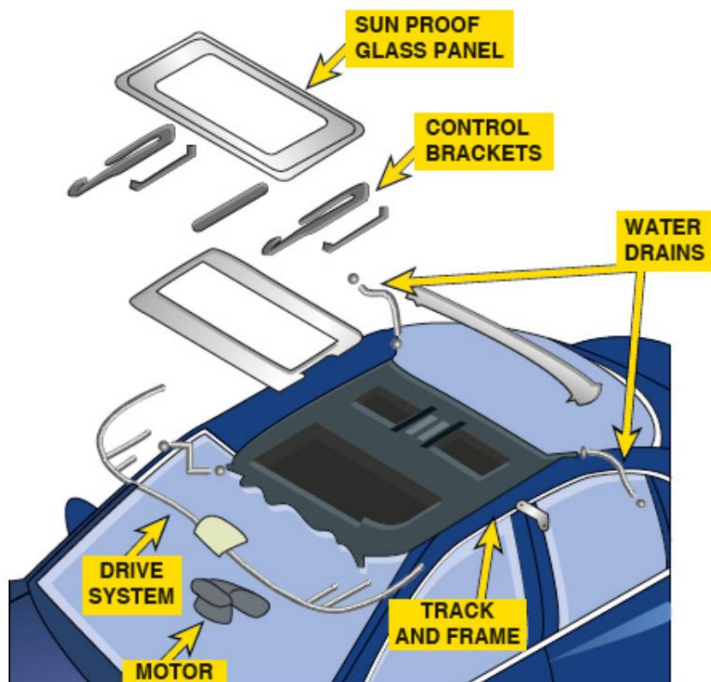

Figura 9. Motor del techo corredizo/cables de accionamiento/y desagües de agua.
Techo corredizo. La mayoría de los sistemas de techo corredizo utilizan motores eléctricos de imán permanente (PM) para abrir y cerrar el panel de vidrio móvil. La apertura y el cierre, o la inclinación hacia arriba o hacia abajo, de los motores del techo corredizo se controlan mediante interruptores bipolares (DPDT). Figura 9.